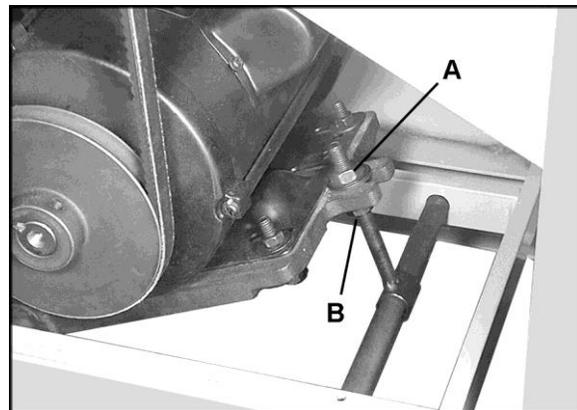

Figure 13
4. Pour augmenter la tension sur la courroie de transmission, desserrez l'écrou hexagonal inférieur (B, Figure 13) à l'aide d'une clé de 17 mm et serrez l'écrou hexagonal supérieur (A, Figure 13). Lorsque c'est terminé, serrez l'écrou hexagonal inférieur (B, Figure 13).
3. Sur la plaque de base du moteur, desserrez l'écrou hexagonal supérieur (A, Figure 13) et soulevez-le du moteur pour créer un relâchement dans la courroie de transmission. Retirez la courroie de transmission des deux poulies.